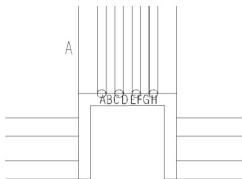

图 5.80 指定插入点
(7) 重复两点画圆命令，直径的两个端点分别捕捉 C 和 D、E 和 F、G 和 H，结果如图 5.80 所示。